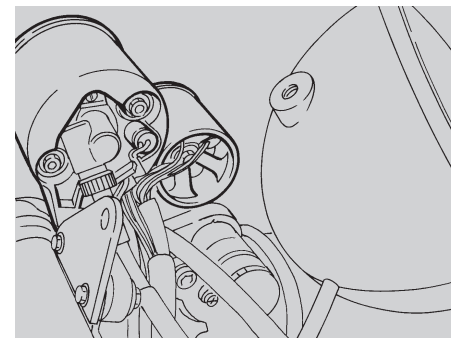

Fig. 64
### SOSTITUZIONE LAMPADINE CRUSCOTTO (Fig. 64)
- ◆ Sfilare il portalamпада in gomma interessato e sostituire se necessario la lampadina (1 lampada sotto il tachimetro/contachilometri, 1 sotto l'indicatore temperatura liquido refrigerante, 6 sotto il cruscotto delle spie (Fig. 64).